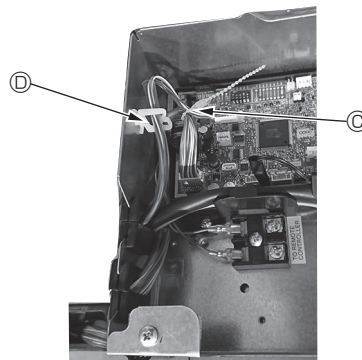

Fig. 10-14
- Placez les excès de fils de jonction du Capteur i-see et du récepteur de signal dans le boîtier des composants électriques dans le crochet pour fils, comme indiqué sur le schéma, et groupez les fils à l'aide de la fixation. (Fig. 10-14) Veillez à ce que le ruban qui maintient les fils de jonction du Capteur i-see et du récepteur de signal soit bien positionné à l'intérieur de la boîte de raccordement. (Fig. 10-15)